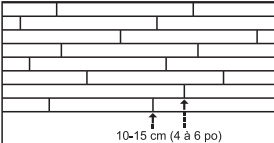

Figure 4
- Les joints d'extrémité des rangées adjacentes devraient être, autant que possible, décalés de au moins 10 à 15 cm (4 à 6 po) afin d'assurer un ensemble plus esthétique (figure 4).
- Vérifiez si tous les bords et extrémités de chaque planche sont bien ajustés. Les joints d'extrémité des rangées adjacentes devraient être, autant que possible, décalés de 10 à 15 cm (4 à 6 po) afin d'assurer un ensemble plus esthétique (figure 4).